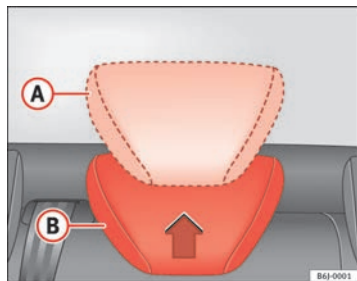

Abb. 5 Kopfstützen hinten einstellen
- Erhöhte Position oder Gebrauchsstellung (A) ⇒ Abb. 5. In dieser Position verhält sich die Kopfstütze wie eine konventionelle Kopfstütze und schützt den Insassen auf dem Rücksitz in Verbindung mit dem Sicherheitsgurt.
- Außergebrauchsstellung (B) ⇒ Abb. 5. In der Außergebrauchsstellung wird die Sicht des Fahrers verbessert.